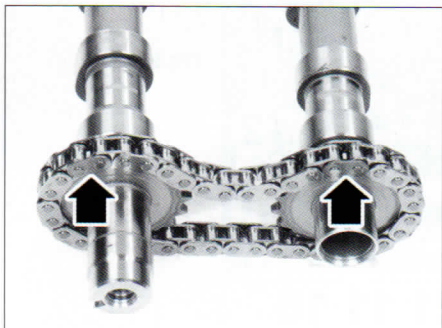

FIG.44
- Colocar la cadena de los dos ejes de levas respetando las dos marcas de la cadena. Los dos eslabones cobreados deben quedar sobre los dientes pintados de amarillo de los piñones de ejes de levas (fig. 44).